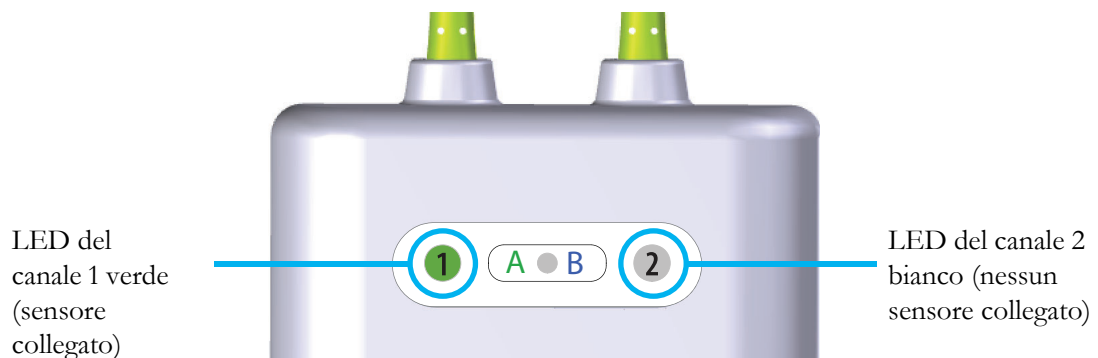

Figura 12-14 Collegamento di un sensore al cavo del preamplificatore
- 6 Verificare che l'indicatore LED di stato del canale sul modulo ForeSight Elite (FSM) passi da bianco a verde quando il sensore è completamente collegato. Vedere figura 12-14.